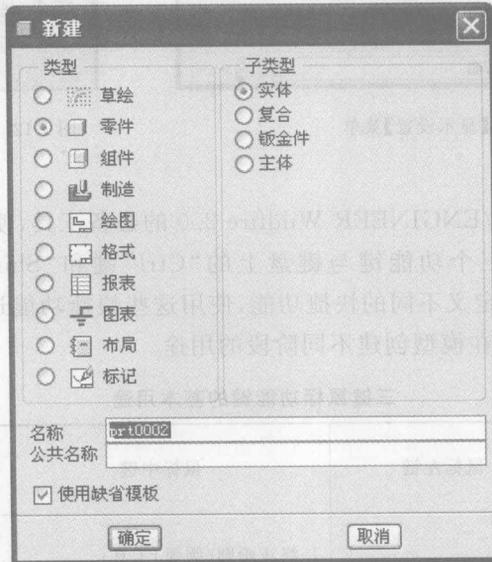
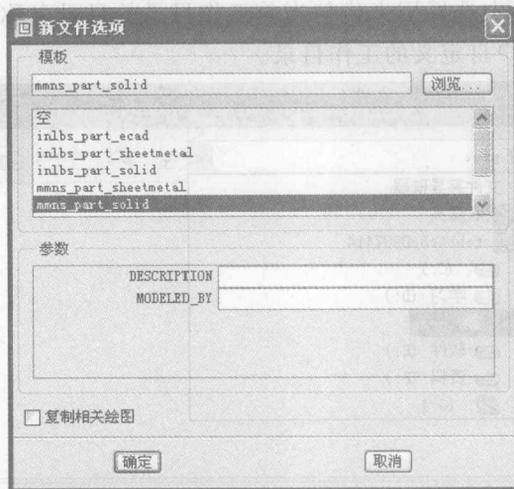

图 1-13 【新建】对话框
图 1-14 【新文件选项】对话框
创建新的文件其工具栏按钮为,单击此按钮,弹出如图 1-13 所示的对话框,用户在此对话框中选择文件类型,并输入文件名称。其中常用文件类型主要有以下几种:
注意:①图 1-13 中【公共名称】项是指对模型的公共描述,公共名称将映射到 winchill 的 CAD 文档名称,以便于多位用户通过网络交换产品数据,同步设计一个产品。
②图 1-13 中【使用缺省模板】复选框勾选为系统默认状态,在缺省模板状态下,模型单位为英制单位。如果用户想使用公制单位,则不勾选【使用缺省模板】复选框,单击【确定】按钮后,从弹出的【新文件选项】对话框中选择一个公制模板,如 mmns_part_solid(公制零件模板),如图 1-14 所示,然后单击【确定】按钮。